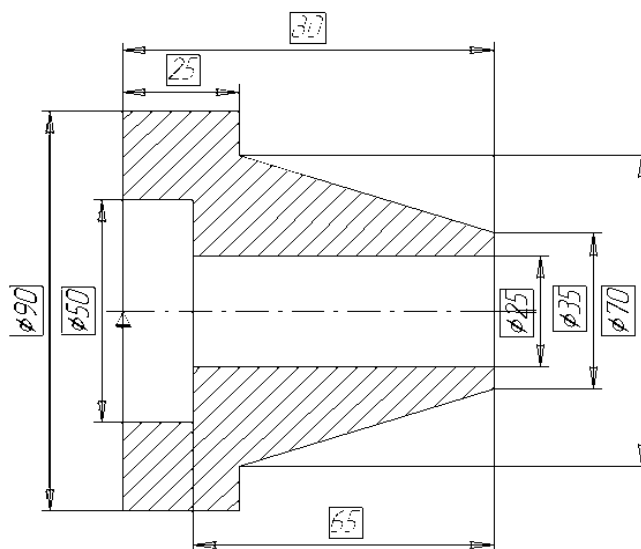

Рисунок 6.12 – Параметричне креслення «Втулка 3»
14. Побудуйте креслення деталі **«Втулка 3»**, рис. 6.12.
Деталь, яку ви щойно вставили в креслення порівняно з тією, яку ви повинні отримати (рис. 6.12), має тільки одну принципову відмінність - наявність кінчної ділянки. Відрізок $p4 - p5$ в моделі має горизонтальну орієнтацію. Більш того, на нього накладено обмеження **«Горизонталь»**. Ви самі зробили це при побудові моделі. В результаті наявності обмеження вам не вдасться ніяким чином нахилити цей відрізок.
Для отримання точних розмірів деталі змініть значення всіх розмірів на кресленні згідно з рис. 6.12 і виберіть оптимальне положення розмірних ліній там, де це необхідно. Збережіть креслення на диску, але не закривайте його.